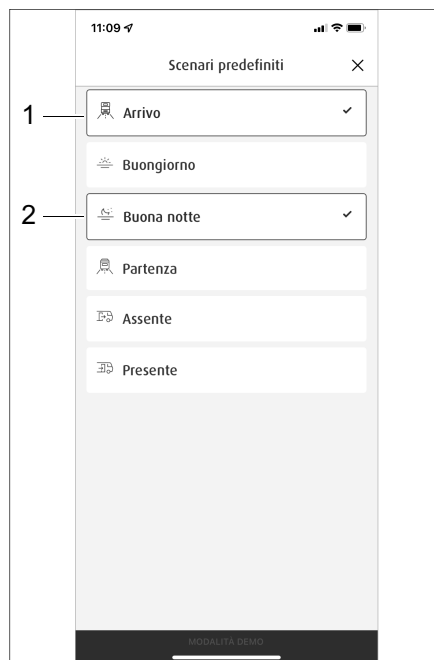
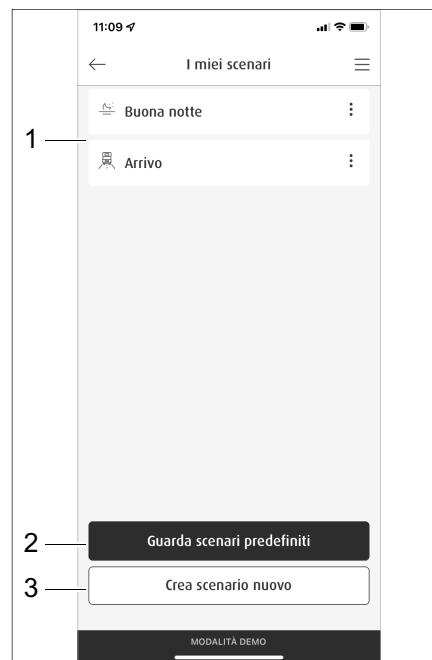

Fig. 291 Selezione di scenari precostituiti
Fig. 292 Gestione degli scenari
Scenari Nell'area *Scenari* sono riportati tutti gli scenari memorizzati (Fig. 292,1). Scenari precostituiti (Fig. 292,2) possono essere visualizzati oppure essere creati ex novo (Fig. 292,3).
- Digitare nel menu *Scenari* il pulsante *Visualizzare scenari preconfigurati* (Fig. 292,2). Viene visualizzata una lista con scenari preconfigurati.
- Digitare il pulsante degli scenari desiderati, ad esempio *Arrivo* (Fig. 291,1) e *Buona notte* (Fig. 291,2). I pulsanti degli scenari selezionati sono ora bordati di rosso e vengono acquisiti nella lista del menu *I miei scenari* (Fig. 292,1).